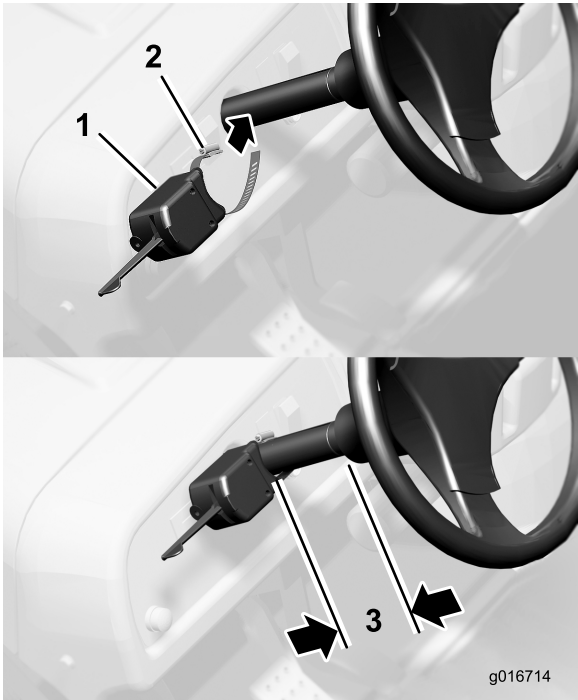

Figura 18
- 2. Sujete el controlador contra la columna de dirección de manera que la abrazadera quede a 6 mm aproximadamente de la gomaespuma de la columna de dirección (Figura 18).